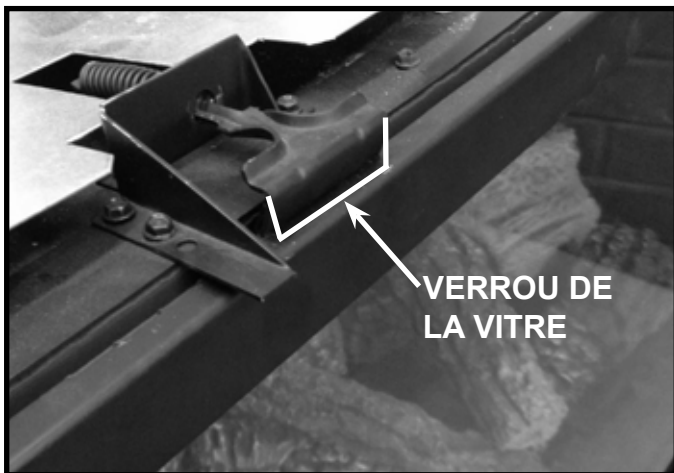
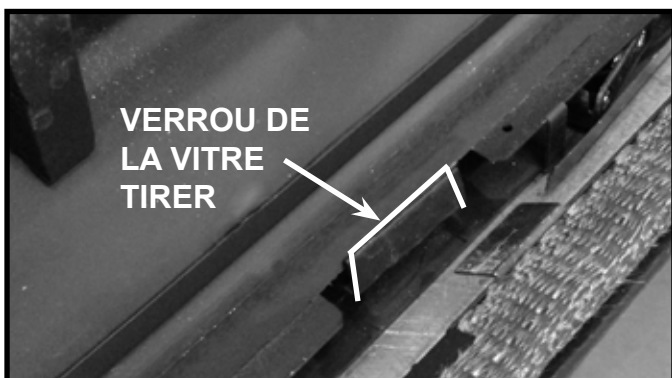

Figure 11.1 Verrou supérieur de la vitre
Figure 11.2 Verrou inférieur de la vitre
- Le panneau de verre fixe s'attache au foyer en quatre points. Le mécanisme d'attache est constitué de verrous à ressorts. Un exemple du verrou supérieur est montré à la figure 11.1 et un exemple du verrou inférieur est montré à la figure 11.2.